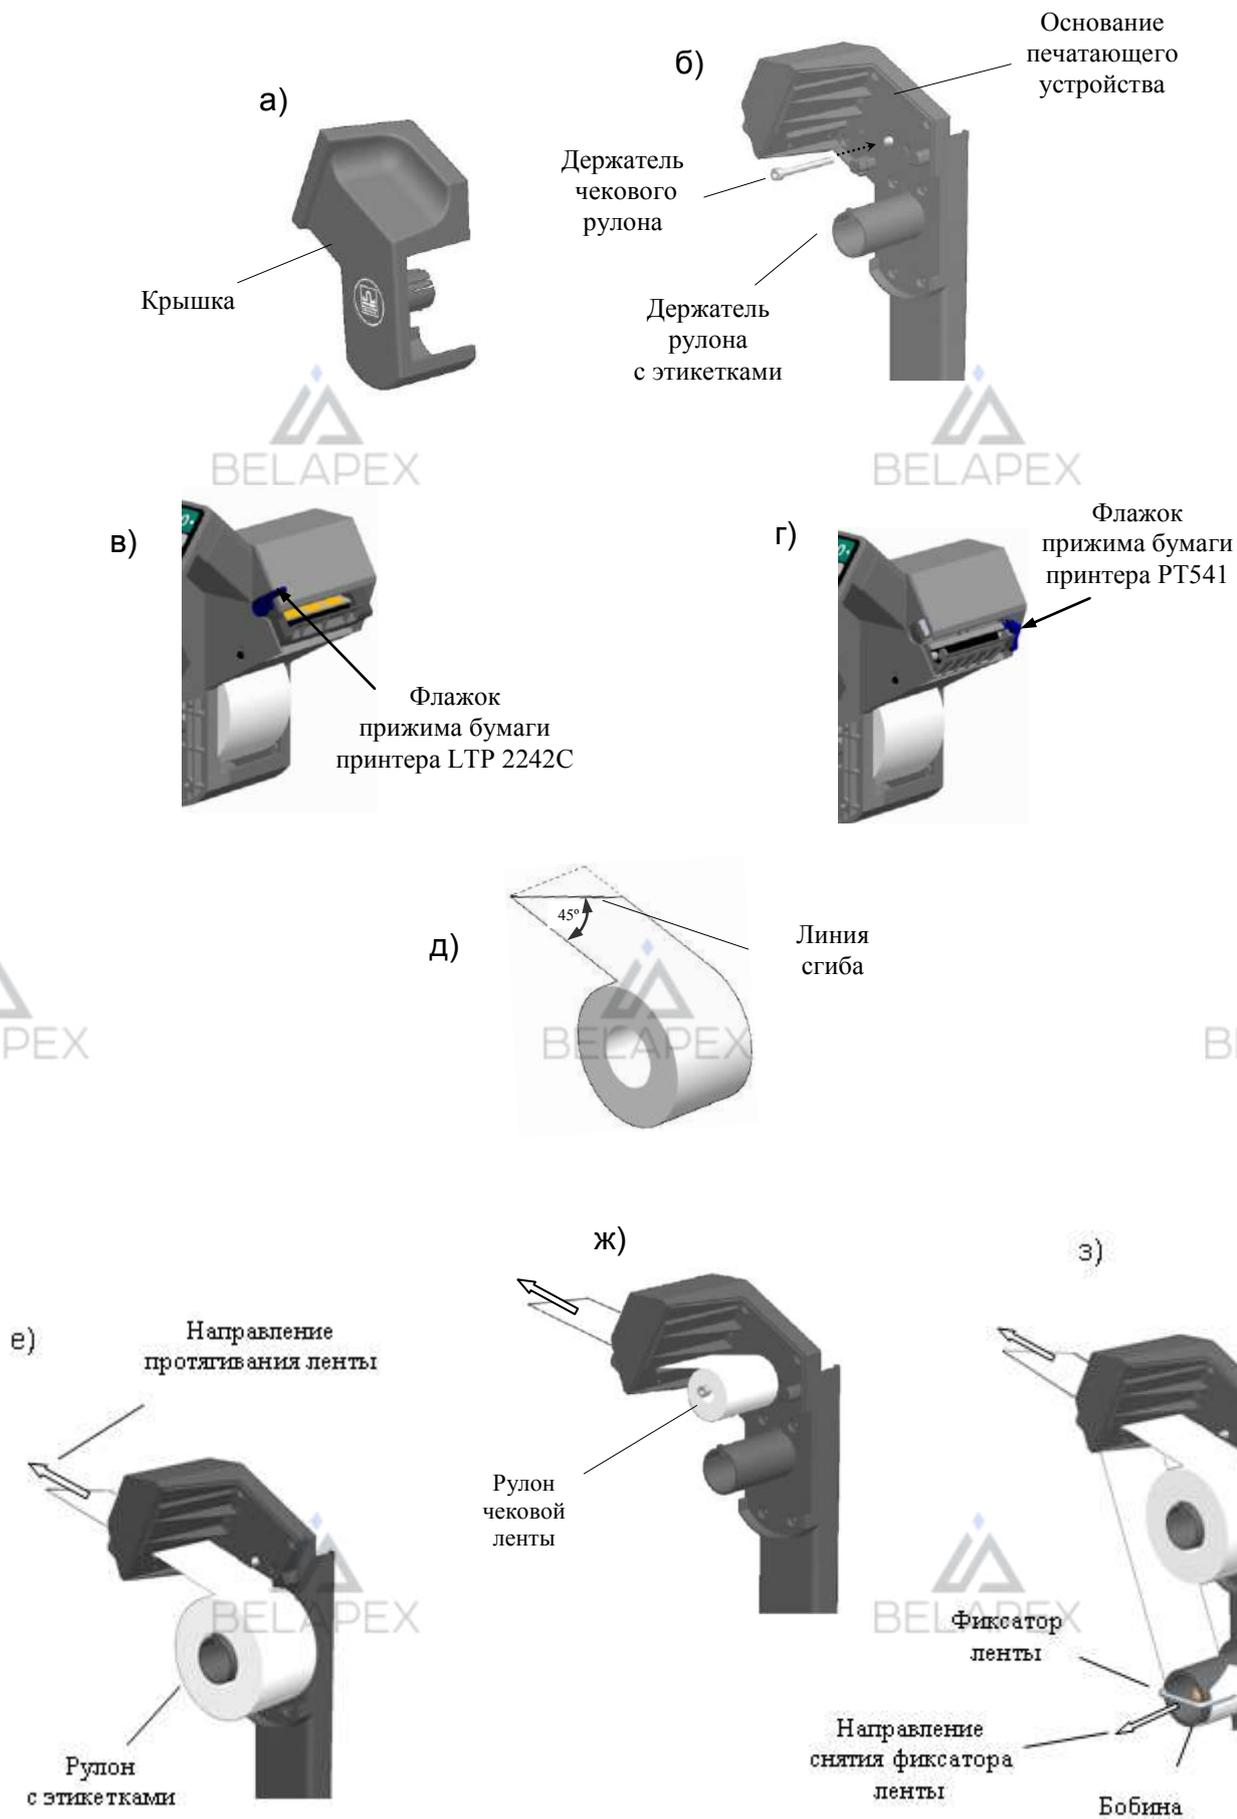

Рис. 2.3 – Установка рулонов в терминалах RP и R2P Дополнить картинку
Для работы с чековой лентой в терминале необходимо установить держатель чекового рулона (рис. 2.3 б), который входит в комплект поставки.
- Легким рывком снять крышку печатающего устройства (Рис. 2.3 а, б).
- Поднять флажок прижима бумаги (Рис. 2.3 в, г).
- Плотно согнуть конец ленты нового рулона под углом 45° (Рис. 2.3 д).
- Надеть рулон на соответствующий держатель (Рис. 2.3 е, ж).
- Протянуть согнутый конец ленты через принтер в направлении, указанном стрелками (Рис. 2.3 е, ж).
- Снять фиксатор с бобины (Рис. 2.3 з).